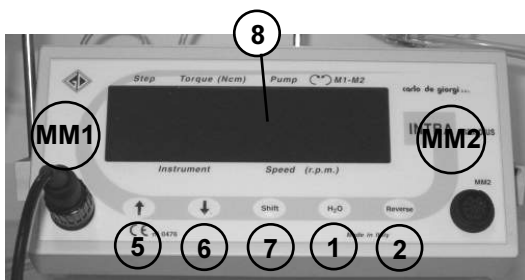

Fig. 6
El aparato cuenta en la parte frontal con los siguientes elementos de mando (Fig. 6):
- 3) seleccionar el número del programa elegido posicionando el cursor mediante el botón "shift" (7 de Fig. 6) en el campo 1 de figura 8 y operando a continuación con los botones "↑" (5 de Fig. 6) y "↓" (6 de Fig. 6) hasta obtener el número del programa preferido;
Para modificar un programa utilizando los mandos frontales (véanse Figs. 6 y 8), situarse con el cursor en el campo "Step" (1 de Fig. 8) y seleccionar, mediante "↑" (5 de Fig. 6) y "↓" (6 de Fig. 6), el número del primer programa libre o no utilizado.
Una vez encontrado un programa modificable, desplazarse por los campos mediante el botón "shift" (7 de Fig. 6), modificando con los botones "↑" (5 de Fig. 6) y "↓" (6 de Fig. 6) los valores de los parámetros; una vez concluida la predisposición, para almacenar el programa situarse nuevamente en el campo "Step" (1 de Fig. 8) y abandonarlo, desplazándose mediante "↑" (5 de Fig. 6) y "↓" (6 de Fig. 6) para situarse